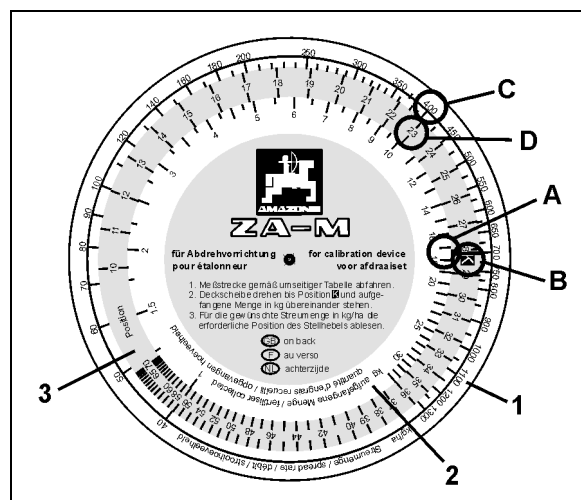

Fig. 53
7. Ta beräkningsskivan för mängdkontroll i handen. Sök på skalan (Fig. 53/2) för den uppsamlade gödselmängden [kg] upp "17,5" (Fig. 53/A) ställ den färgade skalan (Fig. 53/3) med position "K" Fig. 53/B) mittför detta värde.
8. Sök upp den önskade gödselgivan (400 kg/ha) (Fig. 53/C) på den yttre skalan (Fig. 53/1) och avläs erforderlig spjällöppning "23" (Fig. 53/D).